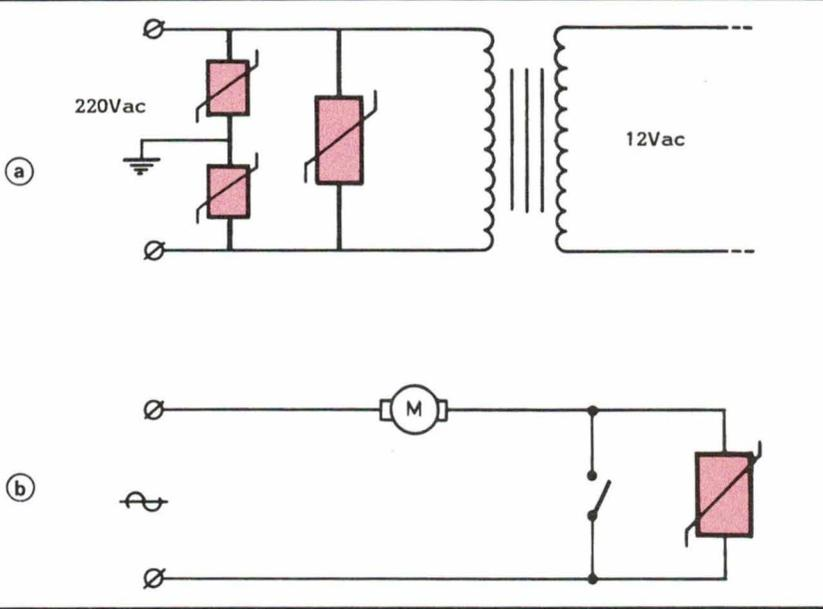

Fig. 16. - Circuits de protection par varistances. a) protection au primaire d'un transformateur ; b) protection d'un contact commandant un moteur.
- La varistance présente une très grande capacité d'absorption en régime transitoire (pour un nombre limité de chocs) mais son facteur d'écrêtage est élevé. Elle est mieux adaptée à la protection d'équipements soumis à de fortes perturbations de courte durée et acceptant des surtensions élevées. Des exemples d'application sont donnés à la figure 16.